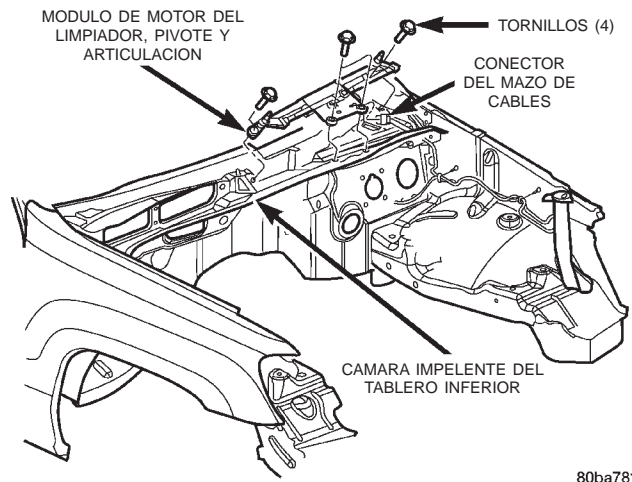

Fig. 12 Desmontaje e instalación del módulo del motor del limpiador, pivote y articulación
(5) Levante el extremo izquierdo de la cubierta de la rejilla del cubretablero retirándolo de la cámara impelente del cubretablero lo suficiente como para poder acceder a las tuberías del lavaparabrisas.
(6) Desconecte la manguera de suministro del lavaparabrisas en el conector en serie.
(7) Retire la cubierta de la rejilla del cubretablero desde los paneles de la cámara impelente y de la parte superior del cubretablero a través de la abertura entre el capó y el parabrisas.
(8) Retire los cuatro tornillos que fijan el módulo del motor del limpiador, el pivote y la articulación a la cámara impelente del cubretablero (Fig. 12).